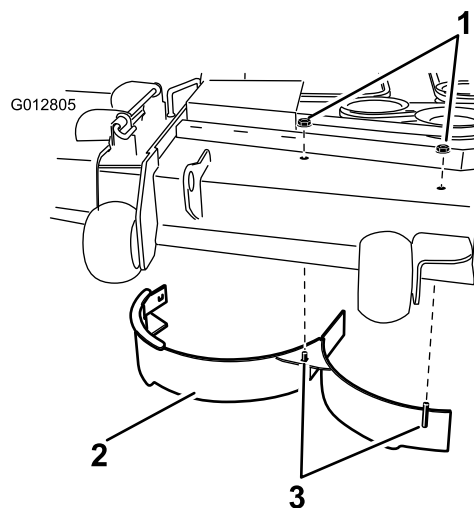

Figura 34
11. Rimuovete i due dadi di bloccaggio (5/16 pollice) fissati sui perni saldati del deflettore destro in posizione centrale e destra, sulla parte superiore del piatto di taglio (Figura 34). Staccate il deflettore destro dal piatto di taglio.